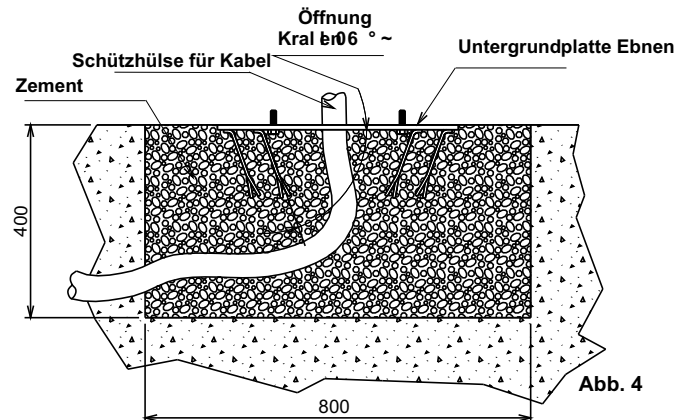

Abb. 4
- Die Befestigungskrallen der Fundamentplatte um ca. 60° spreizen (Abb. 4).
- Die Grube mit Zement R425 füllen und die Fundamentplatte wie in Abb. 4 verlegen.